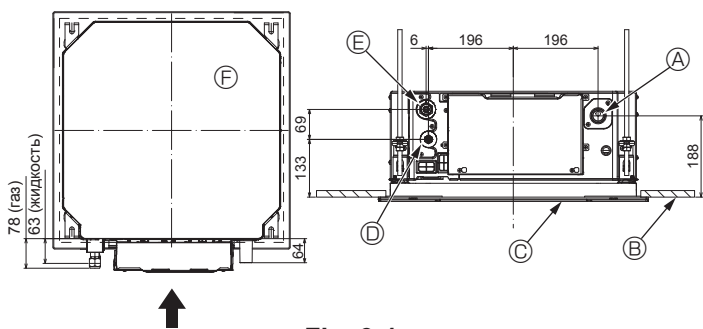

Fig. 3-1
3.1. Расположение трубопровода хладагента и дренажной трубы внутреннего блока (Fig. 3-1)